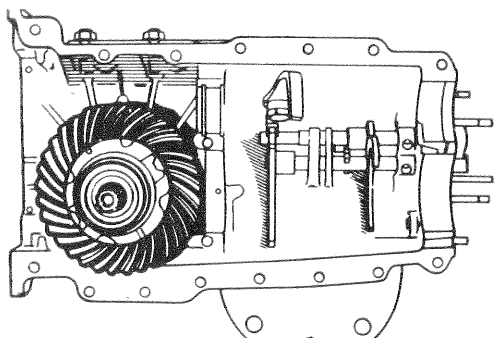

Fig. 54. — Dépose du différentiel
- Sortir le différentiel et retirer ses supports sur chaque demi-carter (fig. 54)